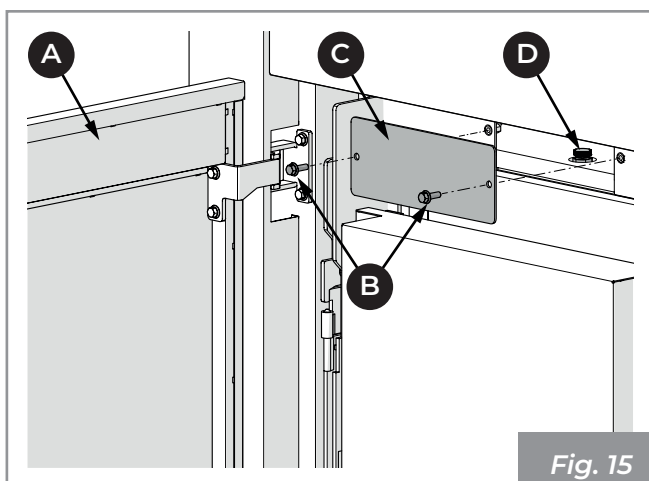

Fig. 15
- ouvrir la porte (A), dévisser les deux vis (B) et retirer le couvercle (C) pour accéder à la vanne d'évent (D), dans le cas où il faille éliminer l'air présent dans la chaudière lors de la phase de chargement de l'installation (Fig. 15).